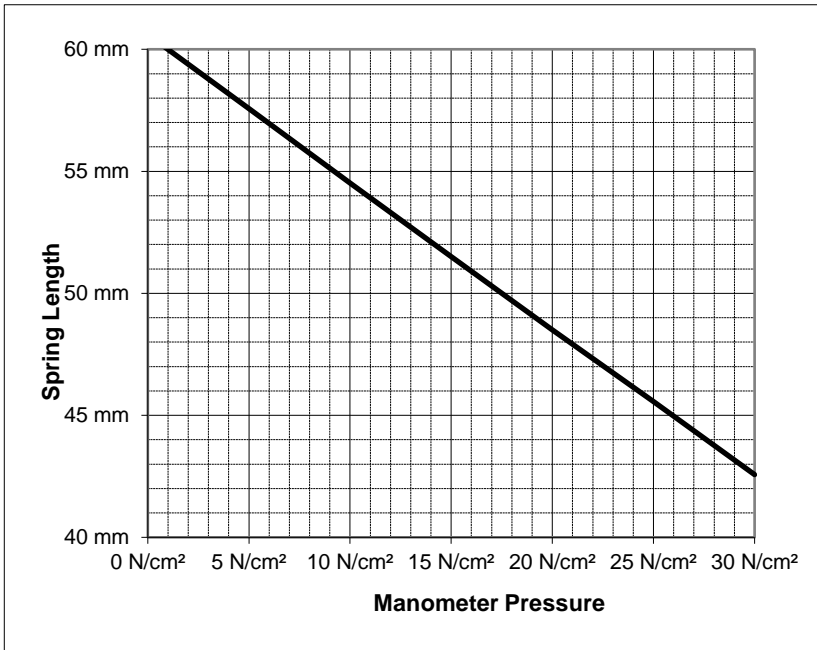

Figura 6.4.3
5. Com o certificado de calibragem fornecido, trace a medição versus pressão do comprimento da mola. A curva resultante deverá ser linear e descendente. A Figura 6.4.3 apresenta um exemplo de uma curva de calibragem bem sucedida.